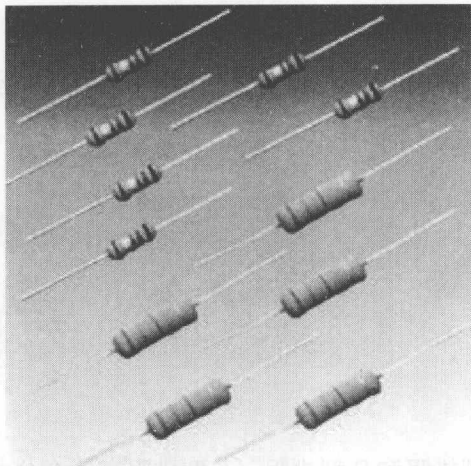

图 1.4 金属氧化膜电阻器
③ 金属氧化膜电阻器是在绝缘棒上沉积一层金属氧化物。由于其本身即是氧化物，所以高温下稳定，耐热冲击，负载能力强，在电源电路、较大功率应用电路中多有采用。如图 1.4 所示。